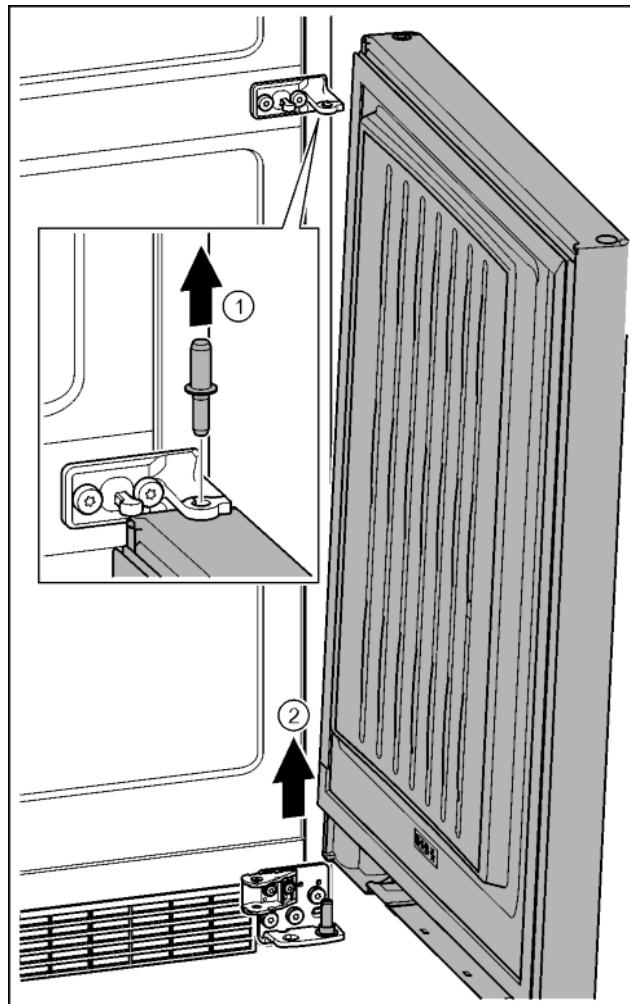

Fig. 20
- Притримуйте дверцята і витягніть палець руками. Fig. 20 (3)
- За допомогою шліщової викрутки обережно підійміть пробку із опорного втулка дверцят та витягніть її. Fig. 20 (4)
- Обережно зніміть запобіжну кришку. Fig. 20 (1)
- Трохи викрутіть гвинт за допомогою викрутки T15. Fig. 20 (2)